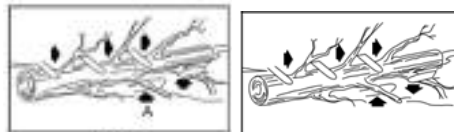

FIG. 3
- Cette opération consiste à couper les branches des arbres abattus. Remarque: Ne coupez pas les branches qui supportent l'arbre abattu avant de le couper en morceaux. (Fig.3)